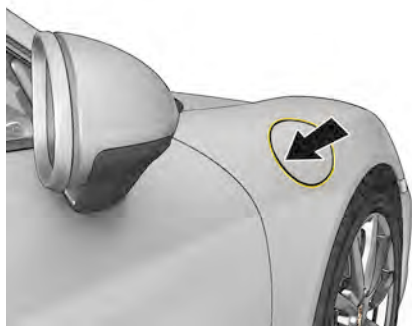

図 189: フィラーフラップを開く
1. フィラーフラップの後部 (図.189) を押すと、フラップが開きます。